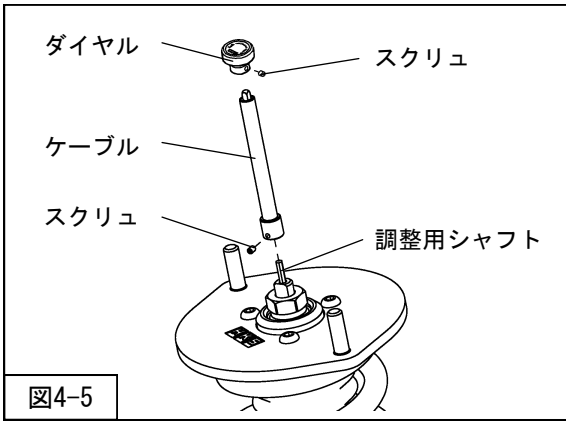

図4-5
(図4-5)
スクリュの締付けは六角レンチ(1.5mm・同梱品)を使用してください。(図4-5)
11. ケーブルにダイヤルを取付け、スクリュで固定してください。スクリュの締付けは六角レンチ(1.5mm・同梱品)を使用してください。(図4-5)